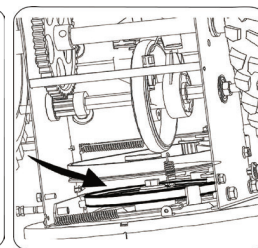

Figure 30
4. Glissez la courroie d'entraînement hors de la poulie et entre la roue de friction et le disque de la roue de friction. Voir la figure 30.